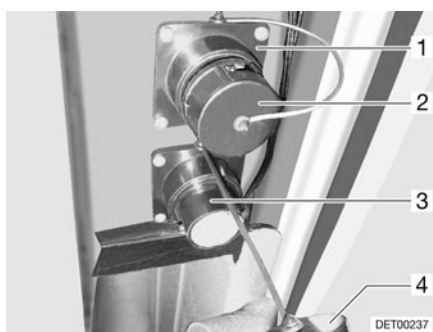

Fig. 214 Conexiones de salida de agua y de aguas residuales
- Desbloquear la caperuza (Fig. 214,2) de las conexiones de salida de agua (Fig. 214,1) girándola un cuarto de vuelta en sentido de las agujas del reloj y extraerla.
- Montar un tubo de desagüe apropiado en la conexión de salida de agua (Fig. 214,1) o colocar un recipiente colector apropiado debajo de la conexión de salida de agua.